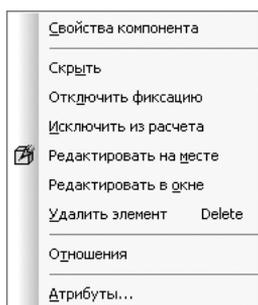

Рис. 2.2. Контекстное меню компоненты **Подшипник**
- щелкните правой кнопкой мыши в **Дереве построения** по элементу сборки (компоненте) **Подшипник**. Появится контекстное меню, см. рис. 2.2;
- щелкните в **Дереве построения** правой кнопкой мыши на имени эскиза **Эскиз:5**. Появится контекстное меню (см. рис. 2.2);